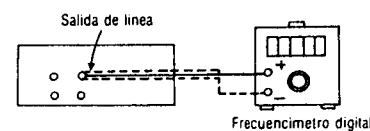

Fig. 3
- Ajustar el VR en el motor (ver la Fig. 3) de manera que salida esté dentro del valor estándar.